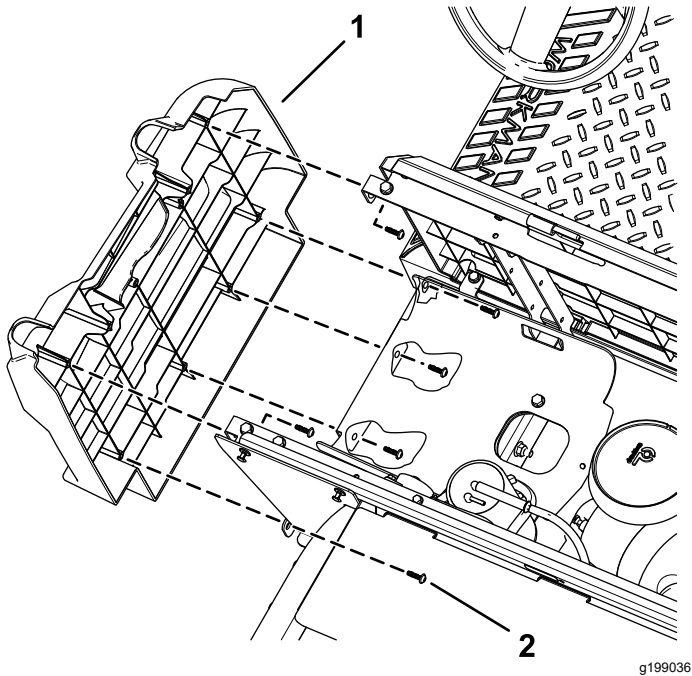

Figura 9
- Retire los 6 tornillos torx (M6,0 x 22 mm) del panel lateral izquierdo, y retire el panel lateral (Figura 9).